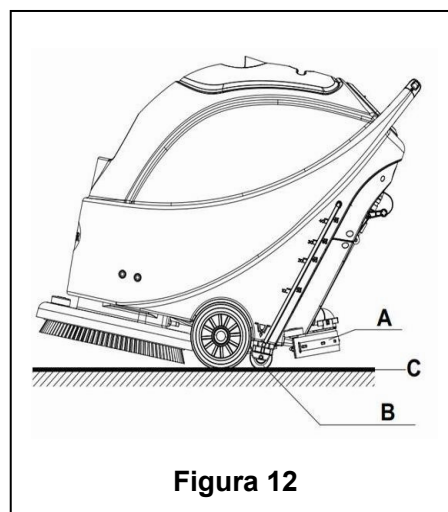

Figura 12
8. Liberte o interruptor de segurança (1) para desligar o suporte de escova/almofada e a válvula solenóide.
9. Pressione o interruptor de bomba de vácuo (42) para a posição “O”, e a bomba do vácuo irá atrasar por 5 segundos antes de parar de funcionar.
10. Pressione o interruptor de controlo de volum de fluxo de água (44) para a posição “O” para desligar completamente o funcionamento da válvula solenóide.
11. Pressione o interruptor de energia (41) para a posição “O”.
12. Utilize o puxador de elevação do squeegee (14) para elevar o squeegee.
13. Agarre o guião (2) e incline gentilmente a máquina para trás até a roda guia (B) tocar no chão. Veja a Figura 12.